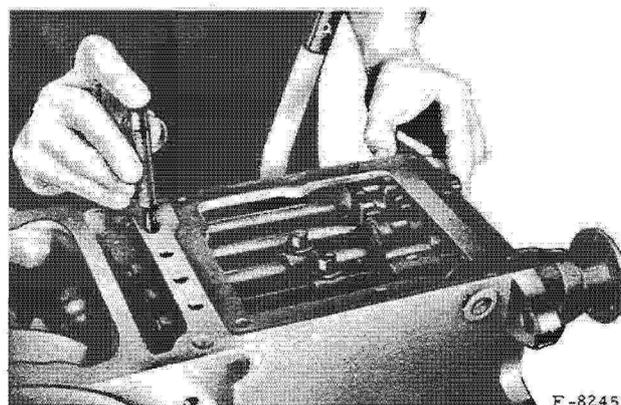

Fig. 59. - Mise en place des coulisseaux.
- En maintenant les billes sur les ressorts comprimés à l'aide d'un chasse-goupille, poussez sur l'extrémité du coulisseau afin de l'amener sur la bille (fig. 59).